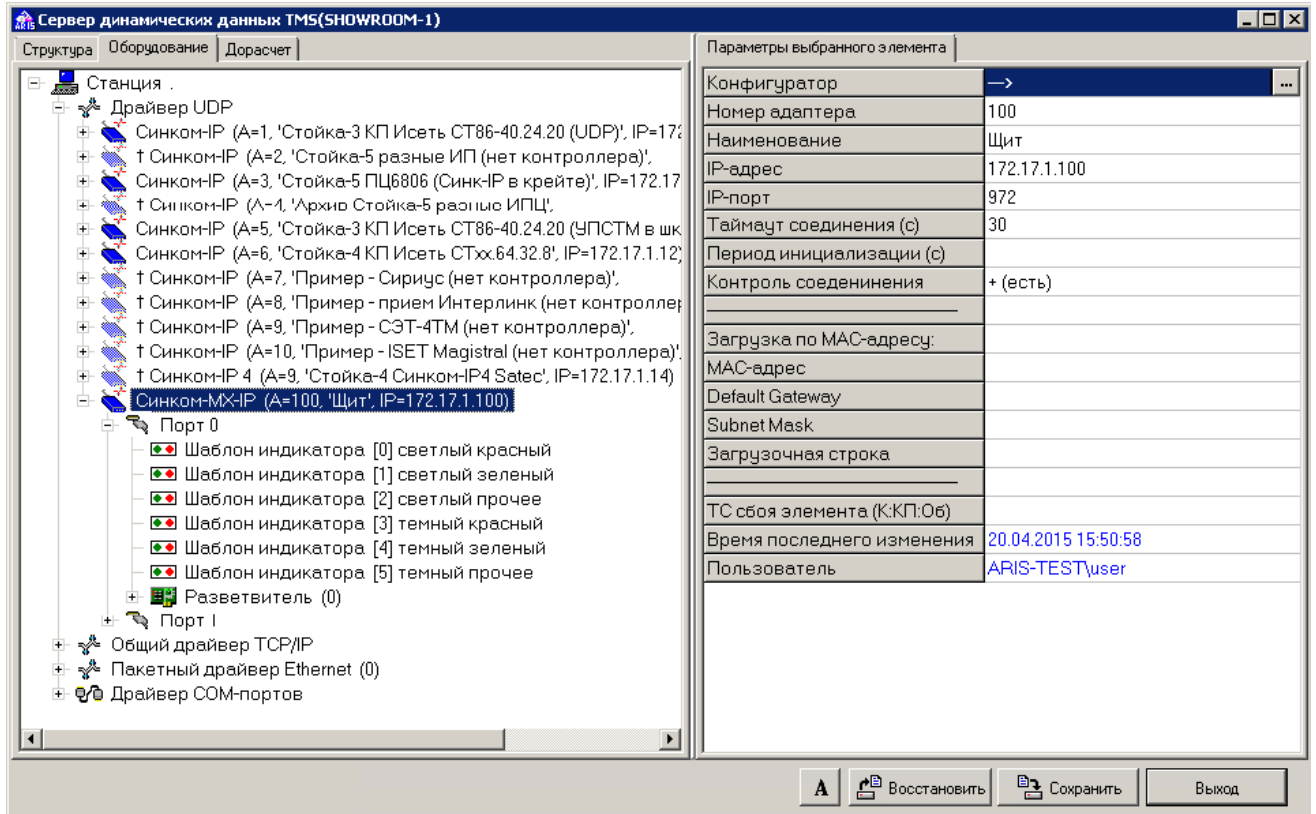

Рис. 2 Описание контроллера управления щитом
- в настройке сервера динамических данных «ОИК Диспетчер НТ» (закладка «Оборудование») под драйвером UDP должны быть описаны контроллеры Синком-Мх-IP, задействованные в системе управления щитом (см. Рис. 2). На уровне описания каждого контроллера должен быть описан: